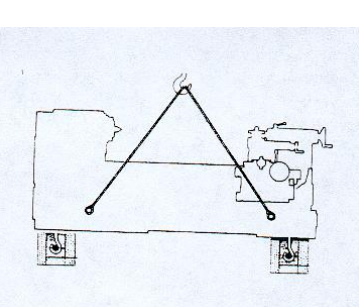

fig.93
- **NE JAMAIS** utiliser la potence pour tenir sous tension des éléments reliés au sol (fig.93).